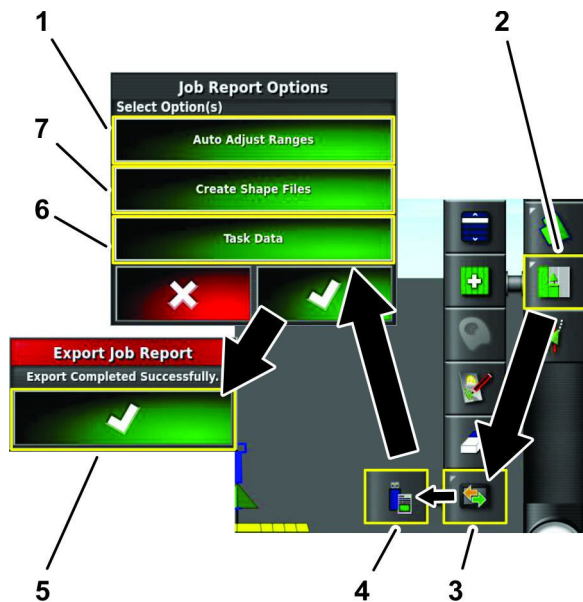

Figura 27
1. Premete l'icona Menu dell'attività (Figura 27).
2. Premete l'icona Menu di scambio dati (Figura 27).
3. Premete l'icona Esportazione del report dell'attività su USB (Figura 27).
5. Nella finestra di dialogo delle opzioni per i report delle attività, premete l'icona di conferma (Figura 27).
6. Nella finestra di dialogo Esportazione report delle attività, l'icona Conferma (Figura 27).